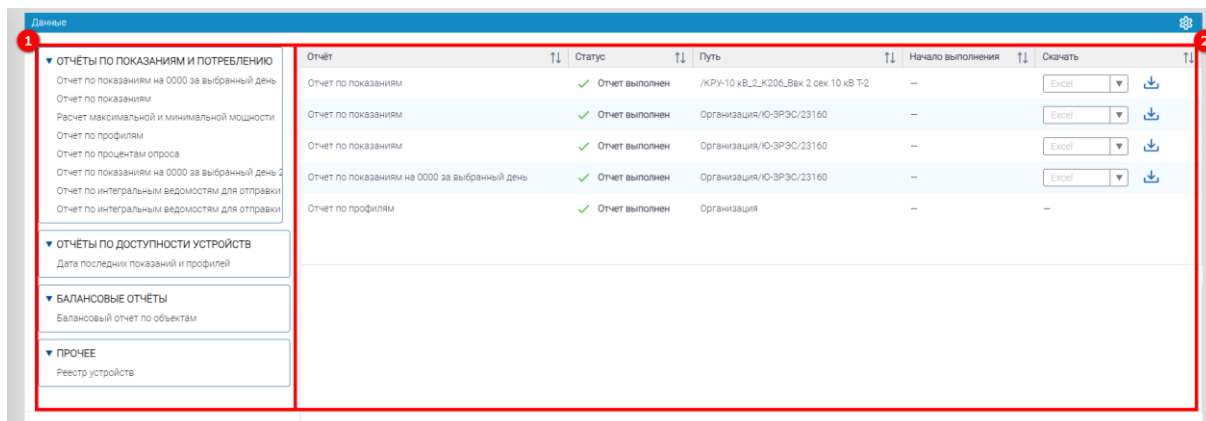

Рисунок 51 – Визуальные отчеты
В левой части вкладки находятся виды отчетов (1) (см. рисунок 51), а в правой части вкладки находится список отчетов с указанием статуса выполнения задачи по формированию отчета (2).
Для создания отчета необходимо его выбрать из списка отчетов (1) (см. рисунок 51), и далее в открывшемся окне указать его настройки – указать параметры отчета (1) (см. рисунок 52) (даты отчетного периода, необходимые каналы учета, количество отражаемых тарифов и др.), а также выбрать формат выгрузки отчета – Excel или PDF (2).